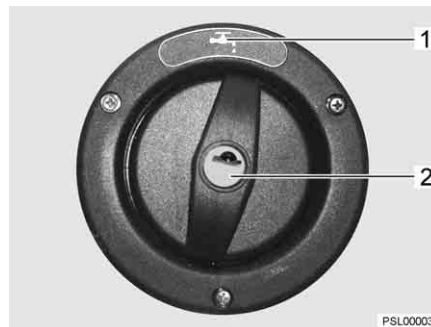

Fig. 201 Coperchio per bocchettone di riempimento dell'acqua potabile
Il bocchettone di riempimento dell'acqua potabile è contrassegnato dal simbolo "☕" (Fig. 201,1). Il coperchio viene aperto e chiuso con la chiave per le serrature degli sportelli esterni.
- Inserire la chiave nel cilindro della serratura (Fig. 201,2) e ruotare in senso antiorario di un quarto di giro.